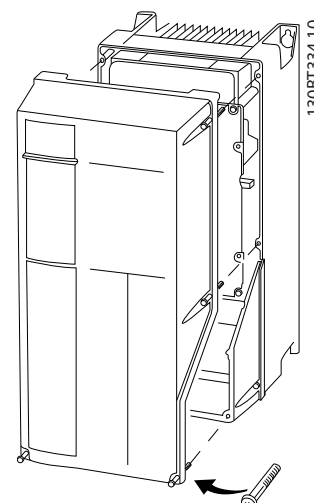

Рисунок 2.10 Доступ к подключению элементов управления в корпусах A4, A5, B1, B2, C1 и C2
- Или снимите переднюю крышку, ослабив крепежные винты. См. Рисунок 2.10.